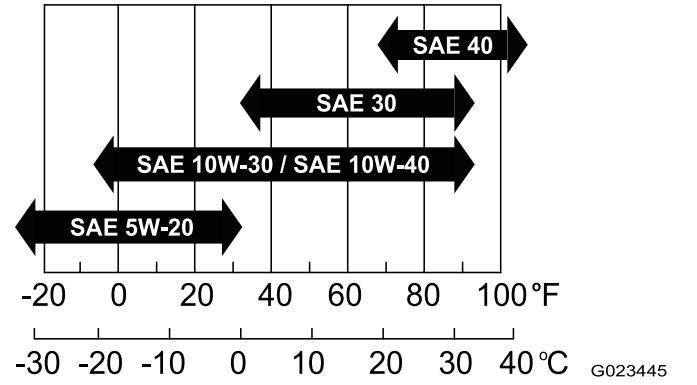

Bild 32
- **Viskosität:** SAE 30; andere Viskositäten entnehmen Sie der folgenden Tabelle (Bild 32):